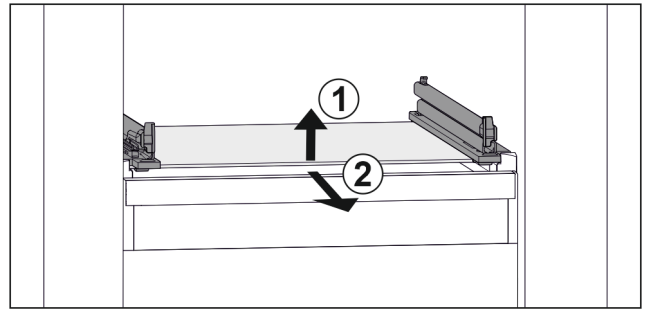

Fig. 53 Rappresentazione esemplificativa del ripiano in vetro
- ▶ Sollevare il ripiano in vetro dal davanti. Fig. 53 (1)
- ▶ Rimuovere il ripiano in vetro tirando in avanti. Fig. 53 (2)